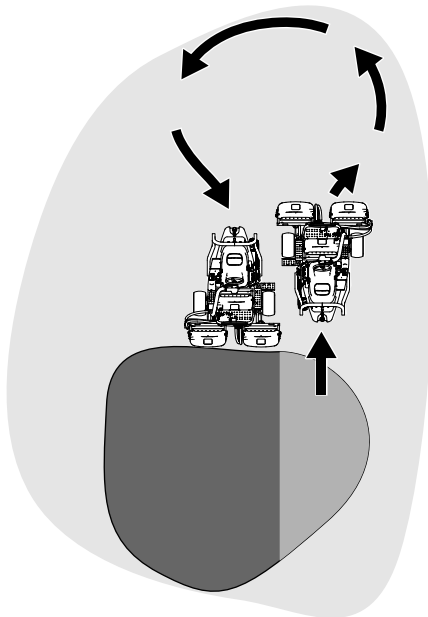

Figure 26
6. Pour réduire le temps de travail et faciliter l'alignement pour la passe suivante, tournez momentanément la machine dans la direction opposée, puis tournez-la vers la partie à tondre. Ce demi-tour en « goutte d'eau » (Figure 26) permet d'aligner rapidement la machine pour la passe suivante.